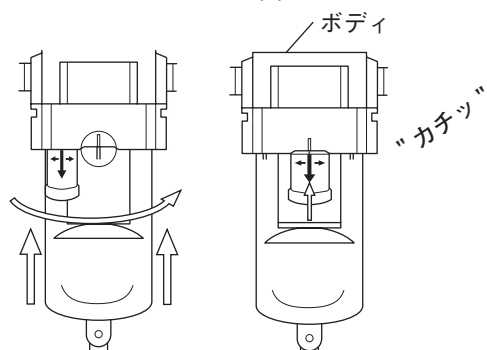

図4
- ① ボディの∥印とケースの∥印を合うようにケースをボディの奥まで挿入してください。(図4)